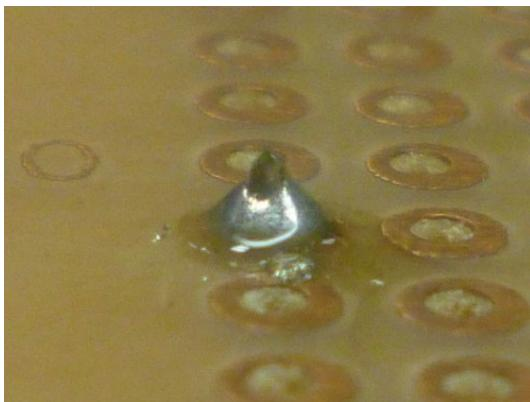
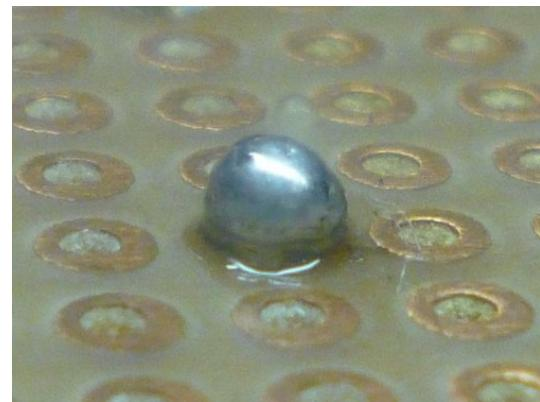

Fig. 3: 良い半田付け
Fig. 4: 悪い半田付け
- 良い半田は、長く裾を引いている富士山型になっており、きれいな光沢、艶がある(Fig. 3)。逆に悪い半田は、団子状になっており、光沢もなく、くすんでいる(Fig. 4)。